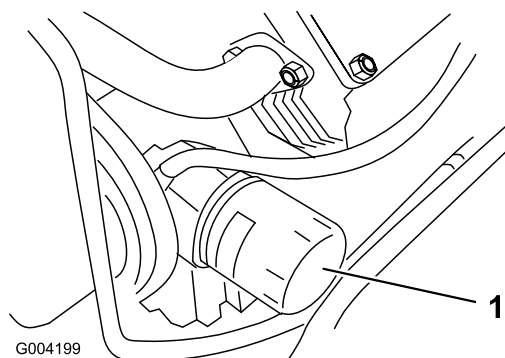

Рисунок 33
3. Извлеките старый фильтр (Рисунок 33) и протрите поверхность прокладки адаптера фильтра.